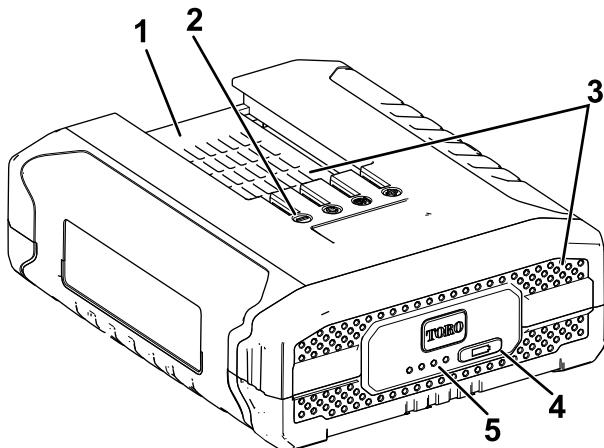

Figure 2
3. Aligned le creux de la batterie (Figure 2) sur la languette du chargeur.